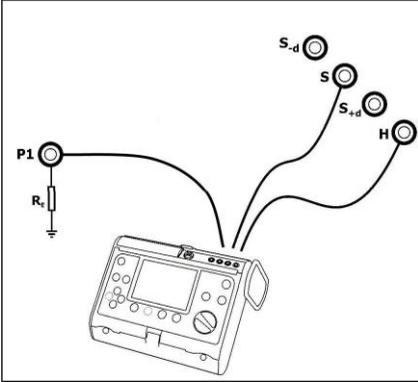

Fig. 7. Conexión del medidor
- conectar el medidor de la resistencia de las tomas de tierra (MRU-XXX) a las tomas según la Fig. 7,